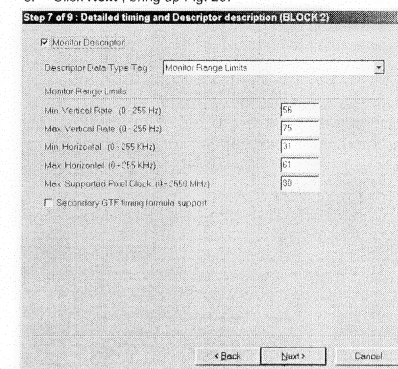

Fig. 20
6. Click **Next**, bring up Fig. 20.